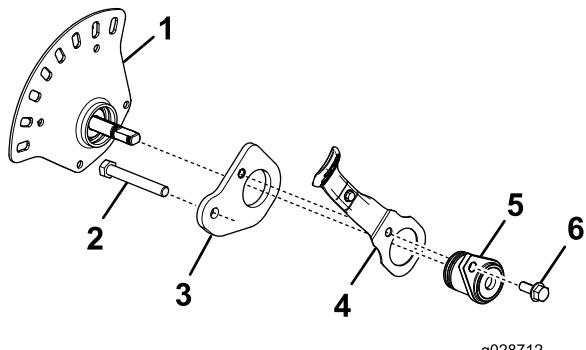

Figura 5
- Monte las piezas del conjunto de altura de corte (Figura 5) usando la placa de altura de corte, la placa de pivote trasero y el perno (5/16 x 3/4 pulgada) del kit.